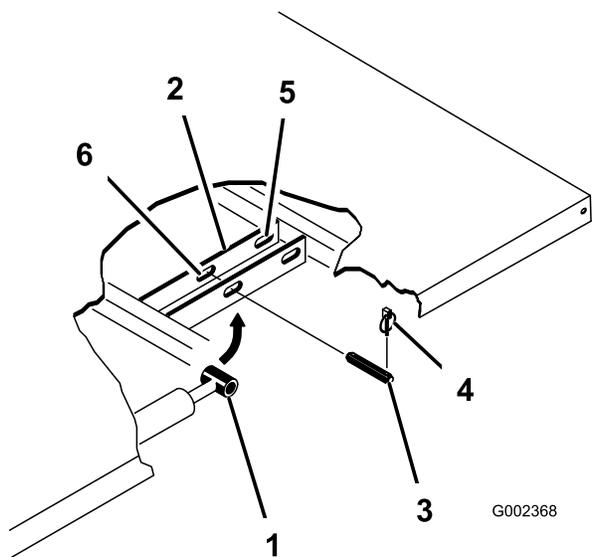

図 34
3. シリンダの外側端部からリンチピンを外す 図 34。
4. シリンダロッドの端部を荷台取り付けプレートのスロットに固定しているクレビスピンを内側に押し込んで外す(図 34)。
5. ピボットブラケットをフレームに固定しているリンチピンとクレビスピンを外す 図 34。